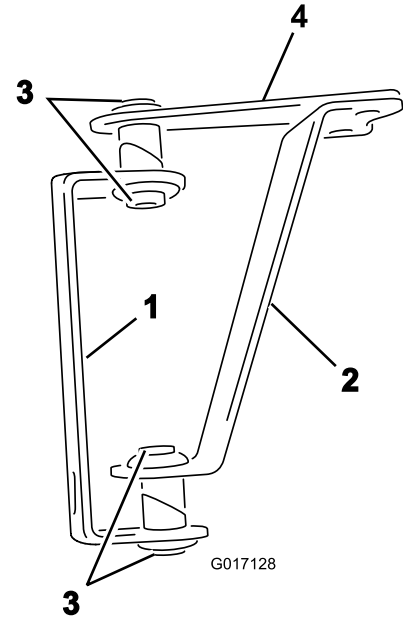
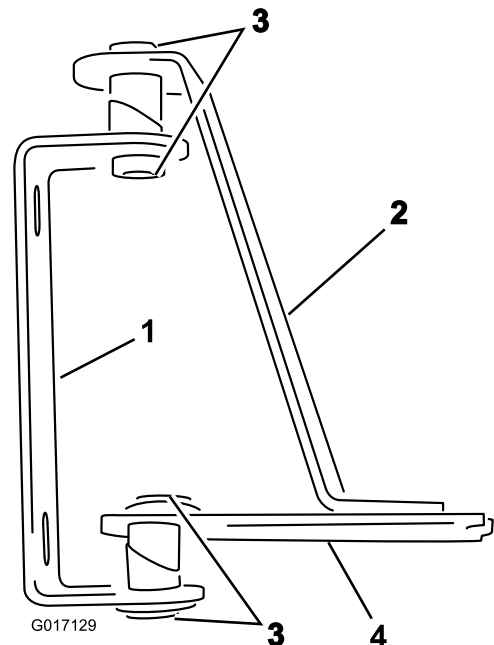

Figura 1
Figura 2
- Coloque las bisagras y las pletinas según se muestra en Figura 1 (para el brazo abierto) o Figura 2 (para el brazo cubierto).
- Coloque los casquillos en los tubos soldados de las bisagras y de las pletinas, según se muestra en Figura 1 o Figura 2.